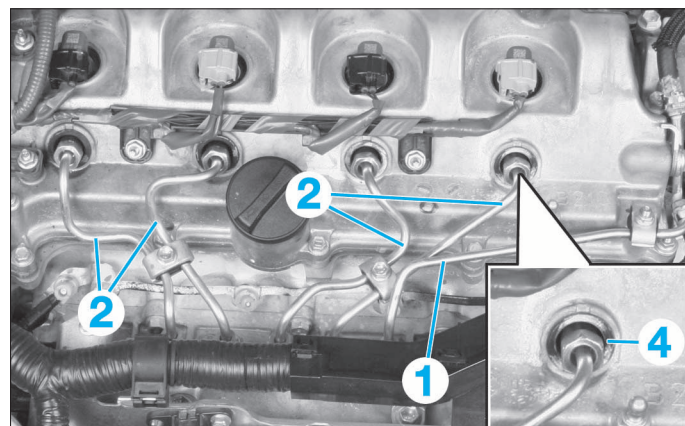

FIG. 46
- Déposer les joints d'injecteurs (4) sur le couvre-culasse (fig. 46).